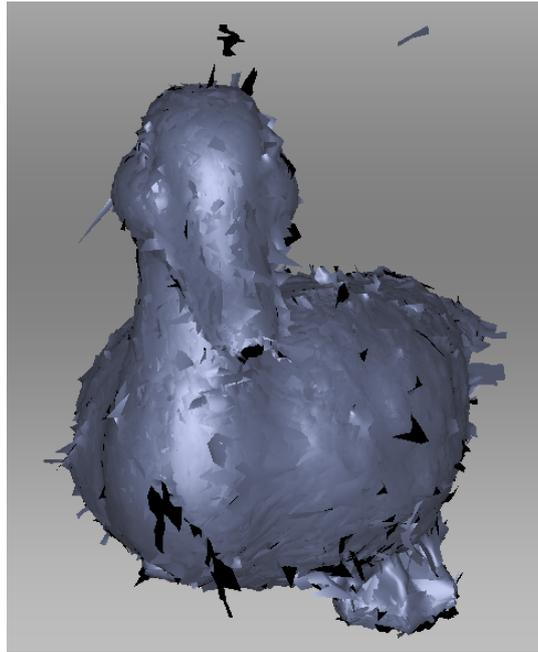

Abbildung 74: Ausrichtungs-Ergebnis.
4. Auf *Ausrichten...* klicken, um die Ausrichtung mit den spezifizierten Einschränkungen durchzuführen (*Abb. 74* shows example results). Bei nicht zufriedenstellenden Ergebnissen auf ↶ klicken und weitere Punkte-Sätze spezifizieren oder die aktuellen Sätze neu positionieren. Zum Wiederholen einer widerrufenen Operation auf ↷ klicken.